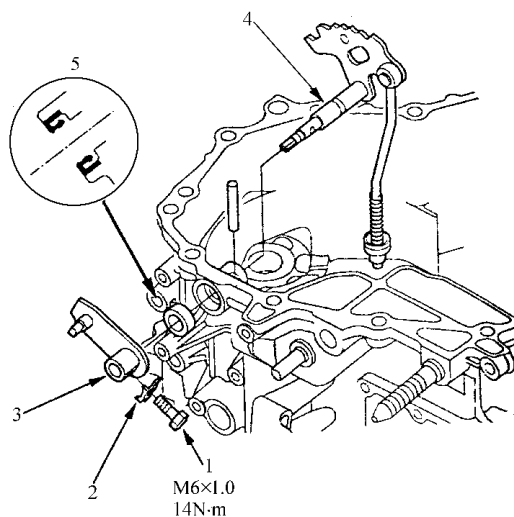

图 5-109 拆卸控制杆
1) 如图 5-109 所示, 拆卸螺栓和防松垫圈, 然后, 从控制轴上拆下控制杆。